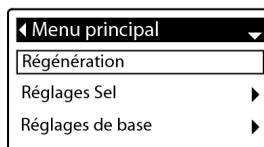

FIG.16
En fonctionnement normal (séquence d'écrans d'état), appuyez sur le bouton SELECT (O) de l'adoucisseur pour afficher le Menu principal (Figure 16). Ce menu et ses écrans auxiliaires sont destinés à contrôler les opérations suivantes de l'adoucisseur :